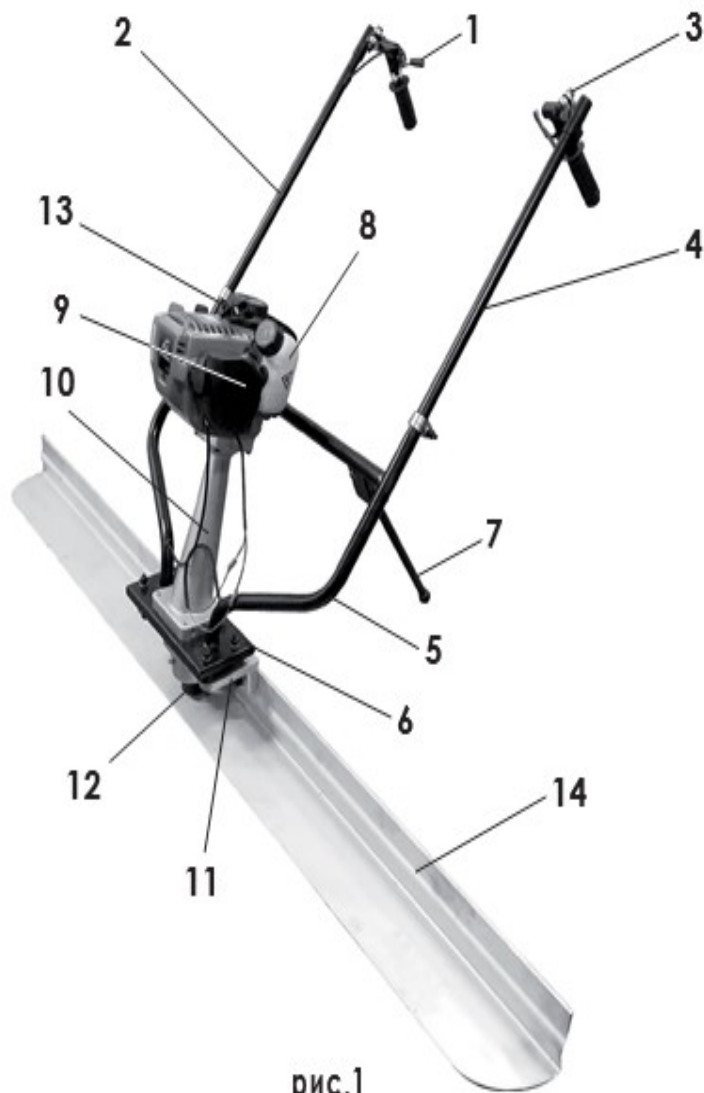

рис.1
Общий вид виброрейки представлен на Рис.1
Основным несущим узлом виброрейки является металлическая трубчатая рама (рис.1 поз.5), выполненная заодно с основанием (рис.1 поз.6). Сверху к основанию крепится стойка двигателя (рис.1 поз.10), внутри которой расположен приводной вал. Снизу к основанию крепится корпус вибратора (рис.1 поз.11), внутри которого расположен эксцентриковый механизм. Корпус вибратора крепится к вертикальной части выравнивающей рейки (рис.1 поз.14) и опирается амортизатором (рис.1 поз.12) на ее горизонтальную часть.
В корпусе вибратора (рис.1 поз.11) на подшипниках смонтированы вал и эксцентриковый груз, вращение которых передает вибрацию на выравнивающую рейку.
Откройте крышку топливного бака (рис.1 поз.8). Заливайте бензин в топливный бак не более чем на 1 см ниже уровня основания заливной горловины. Перед запуском двигателя тщательно протрите крышку бензобака, удалив возможные при заправке брызги топлива.
- перевести рычаг газа (рис.1 поз.1) в положение холостого хода;